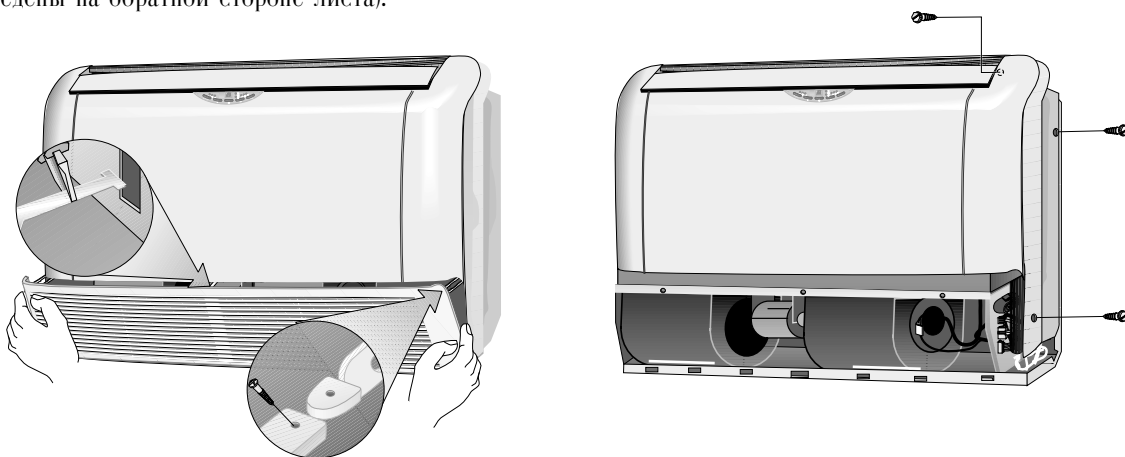

Рис. 4
- Снимите переднюю панель кондиционера и решетку воздухозаборника, как показано на рис. 4 (подробные инструкции к этому шагу приведены на обратной стороне листа).